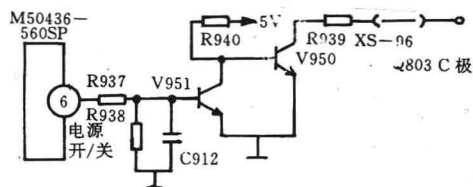

图 72 牡丹 51C5A 型彩电电源开/关控制电路
3) 晶体管(电子)开关控制式:是利用晶体管(电子开关)电路来直接控制开关电源电路工作状态。例如采用松下 M11 机芯彩电(如熊猫 3631A 型、牡丹 51C5A 型、54C3A 型等)主电源电路开关控制方式则采用这一种(见图 72)。